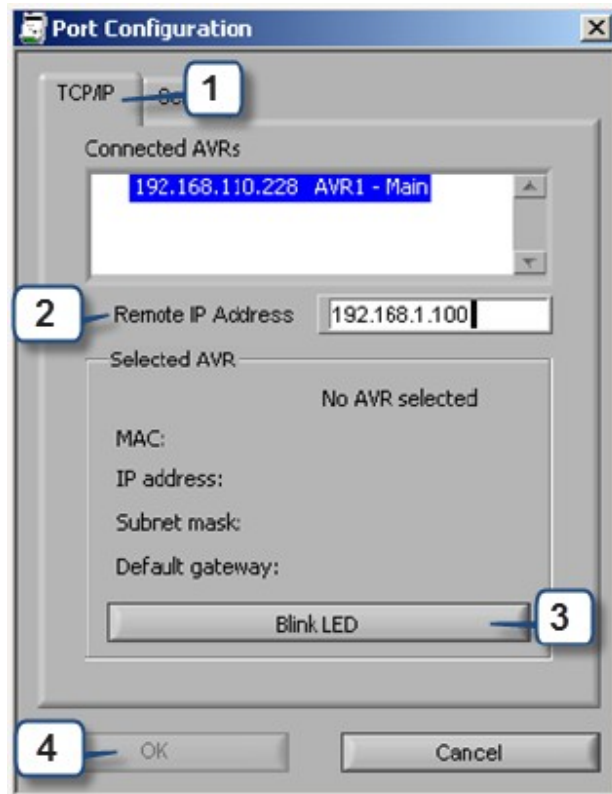

图 6-3 远程 IP 地址配置
1.使用 TCP/IP 连接来连接 AVR，首先选择“TCP/IP”标签。见图 6-3.